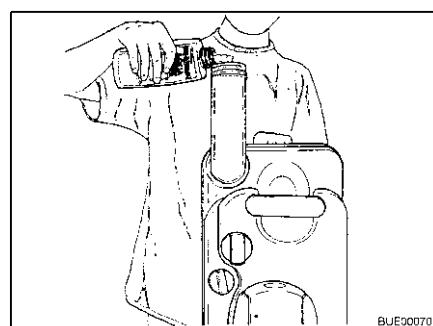

Fig. 161 Rifornimento di liquido sanitario
- Versare la quantità indicata di liquido sanitario nel serbatoio fiscale (Fig. 161).